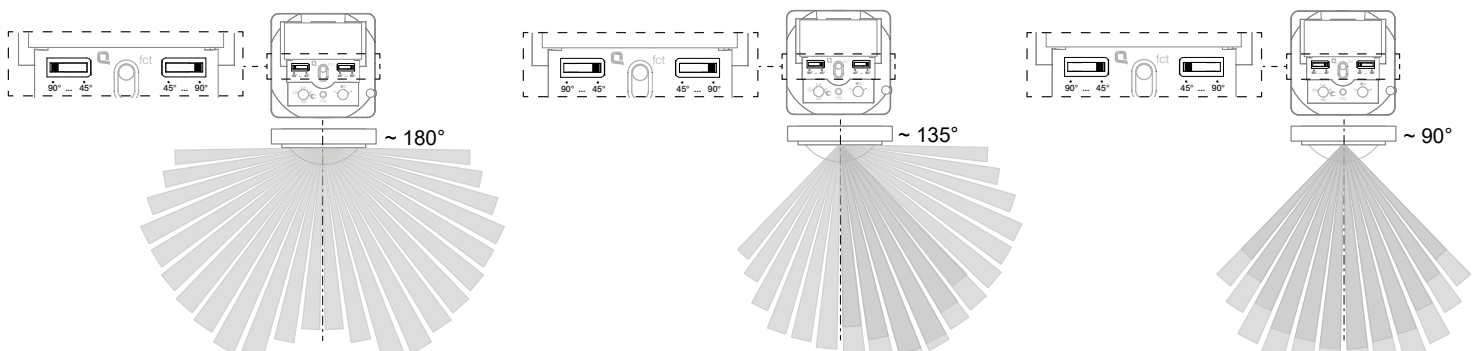
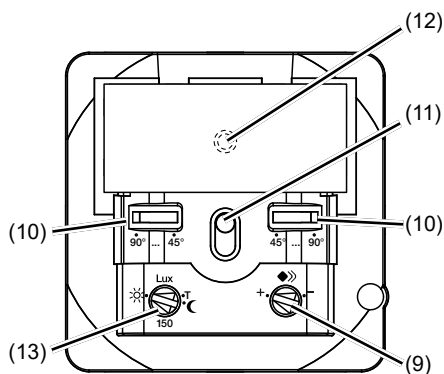

Fig. 8: Inställning av detekteringsvinkeln
Fig. 5: Manövrerings- och justeringselement
Detekteringsvinkeln kan begränsas mellan 45° och 90° för respektive justerare för höger sida och för vänster sida via respektive justerare (fig. 5, 10). Detta kan utföras på enheten. Detekteringsvinkeln kan därför vara mellan 90° och 180° (fig. 8).
- Inställning av testläget. Ställ in potentiometern för reaktionsljusstyrka (fig. 5, 13) på läget **T**.
- Vrid potentiometern för reaktionsljusstyrkan (fig. 5, 13) till önskat läge.
- Vrid potentiometern för reaktionsljusstyrkan (fig. 5, 9) till önskat läge.